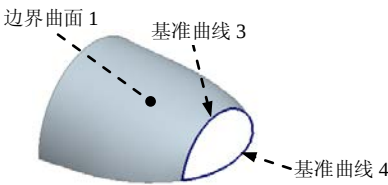
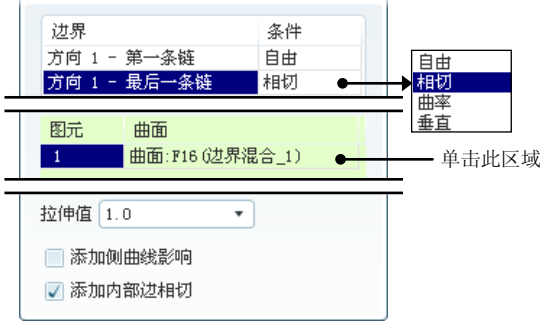

图 6.2.31 选取边界曲线
图 6.2.32 “约束”界面
Step2. 按住 Ctrl 键，依次选择图 6.2.31 所示的基准曲线 4 和基准曲线 3 为方向 1 的边界曲线。
Step3. 设置边界条件。在操控板中单击 **约束** 按钮，在图 6.2.32 所示的“约束”界面中将“方向 1”的“最后一条链”的“条件”设置为 **相切**，然后单击图 6.2.32 所示的区域，在系统 **选取位于边界元件上的曲面。** 的提示下，选取图 6.2.31 所示的边界曲面 1。